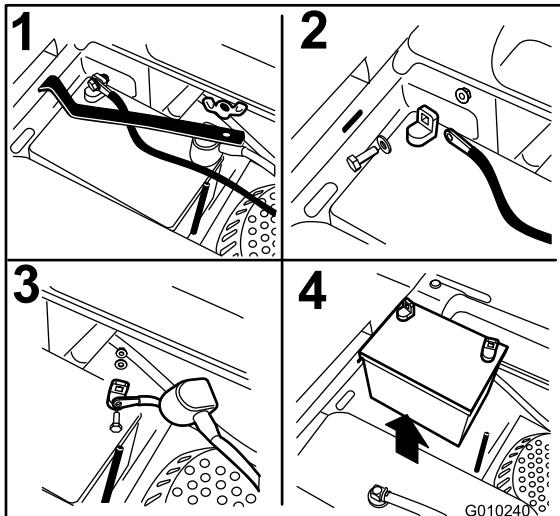

Figura 53
3. Togliete il dado ad alette che fissa la fascetta della batteria (Figura 53).
4. Togliete la batteria (Figura 53).
5. Scollegate prima il cavo negativo della batteria (nero) dal morsetto negativo (-)(nero) della batteria (Figura 53).
6. Sfilate la guaina rossa dal morsetto positivo (rosso) della batteria e togliete il cavo positivo (+)(rosso) della batteria (Figura 53).
1. Posizionate la batteria nel vassoio, con i poli in posizione opposta al serbatoio del carburante (Figura 53).
4. Fissate i cavi con 2 bulloni, 2 rondelle e 2 dadi di bloccaggio (Figura 53).
6. Montate la fascetta e fissatela con il dado ad alette (Figura 53).